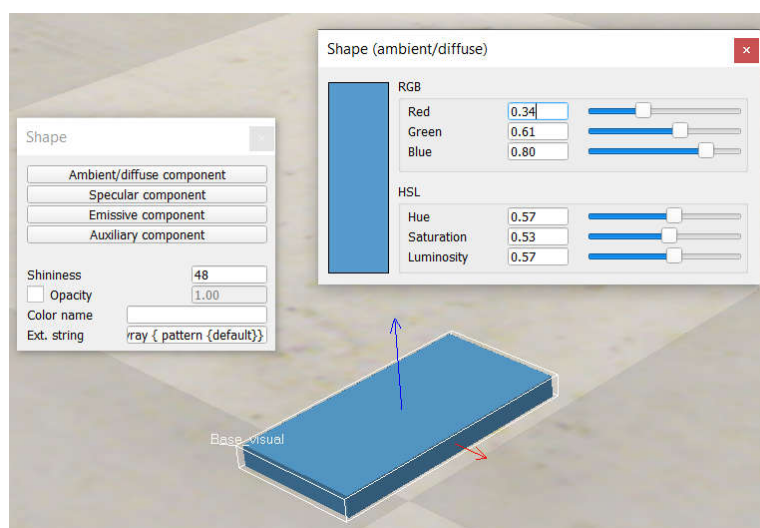

Рис. 6. Настройка спектральных параметров объекта-формы
- В диалоговом окне «*Scene object properties*» выберите закладку «*Shape*» и нажмите кнопку «*Adjust color*» (Настроить цвет) в группе «*Visual properties*» (Визуальные свойства). Откроется диалоговое окно «*Shape*» (рис. 6). В нем можно настраивать: «*Ambient/Diffuse component*» (Цвет диффузно отраженной составляющей излучения объекта-формы), «*Specular component*» (Цвет зеркально отраженной составляющей излучения объекта-формы), «*Emissive component*» (Цвет излучения, генерируемого объектом-формой), «*Auxiliary component*» (Цвет вспомогательной компоненты излучения объекта-формы), «*Shininess*» (Степень отсутствия блеска объекта: 128 – максимально диффузное отражение излучения; 1 – максимально зеркальное отражение излучения), «*Opacity*» (Степень непрозрачности: 0 – 1). Когда флажок «*Opacity*» снят, объект-форма становится полностью непрозрачным. Произвольно настройте цвет каждого компонента излучения и параметров их смешения у объекта-формы (рис. 6).